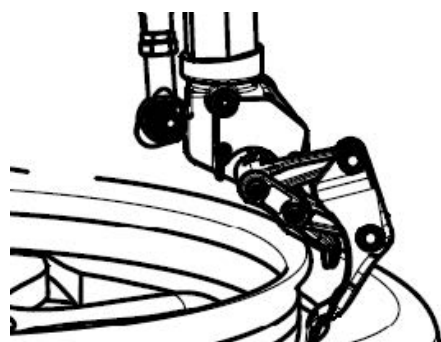

FIG 29
- Tirer sur la valve de contrôle (**FIG3-22**) du crochet de démontage pour faire entrer le crochet de démontage à l'intérieur de la lèvre du pneu. Si le crochet de démontage ne s'insère pas à l'intérieur de la lèvre du pneu lorsqu'il est en bas, appuyez sur la pédale de rotation pour faire tourner légèrement la table tournante afin que le crochet s'insère à l'intérieur de la lèvre du pneu comme sur la **FIG29**. Si la lèvre du pneu est plus dure, utiliser la plaque de pression du bras d'assistance pour appuyer sur la lèvre du pneu afin que le crochet puisse s'insérer en douceur à l'intérieur de la lèvre du pneu.